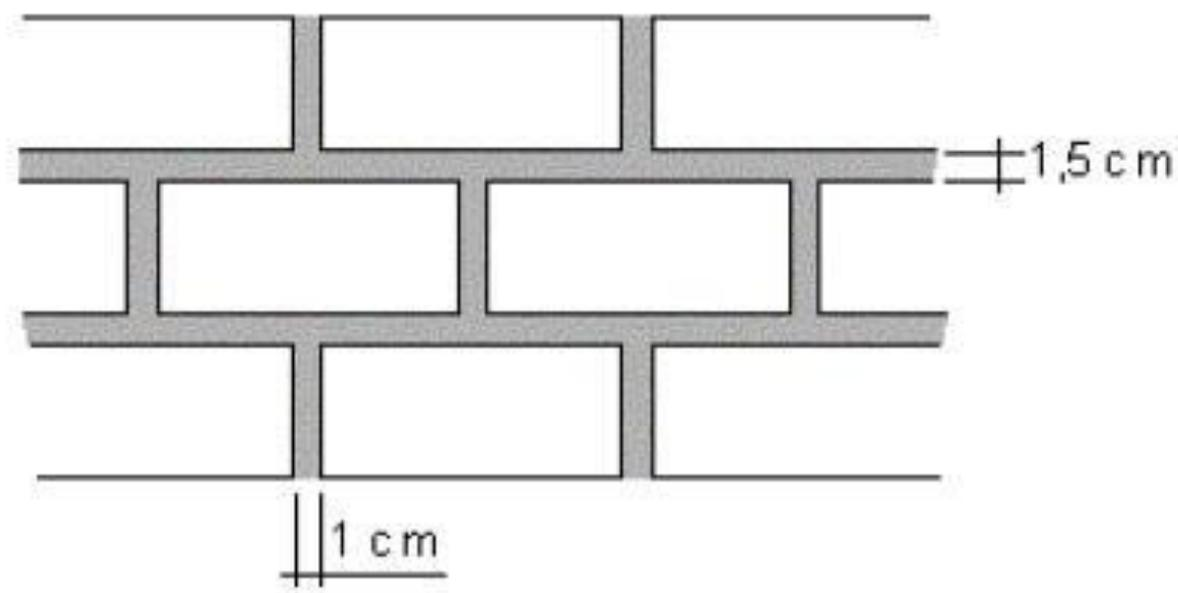

Figura 12. Juntas desencontradas.
• 4.1. Assentamento com juntas desencontradas (Figura 12)